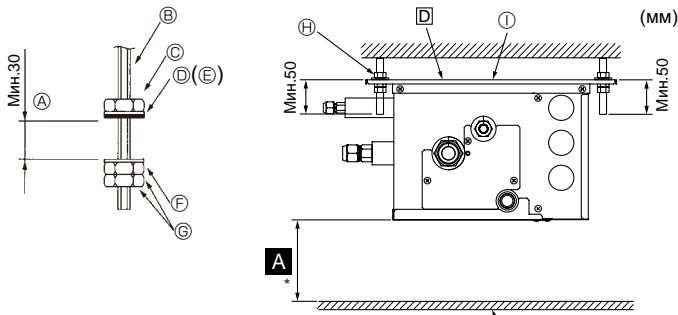

Fig. 6-1
- (2) Наденьте прокладки и гайки (①, ②, приобретаются на месте) на подвесные болты. (Fig. 6-1)
- (3) Повесьте прибор на подвесные болты.